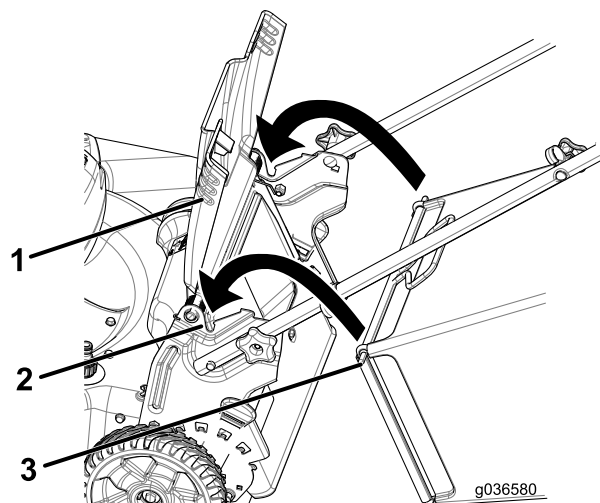

Figura 22
1. Levante y sujete la puerta trasera (Figura 22).
2. Instale la bolsa de recogida, asegurándose de que los pasadores de la bolsa descansan en las muecas del manillar (Figura 22).